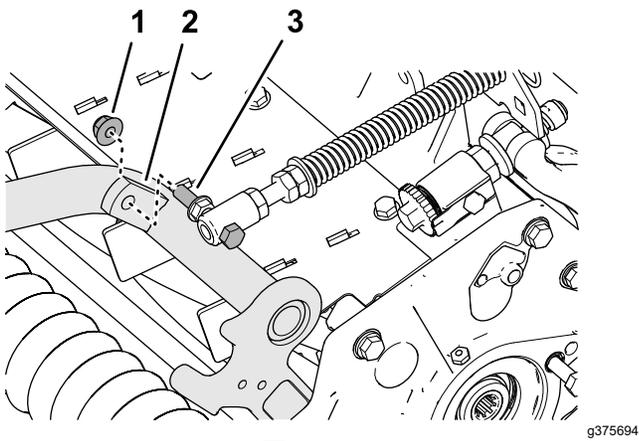

图 10
- 使用凸缘锁紧螺母  $\frac{3}{8}$  英寸将草坪补偿弹簧的平头螺丝组装到承载架图 10 的右侧凸耳上。